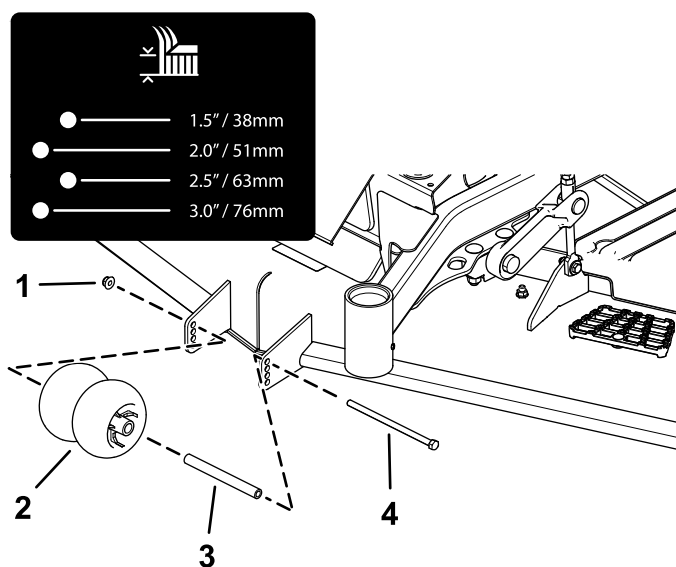
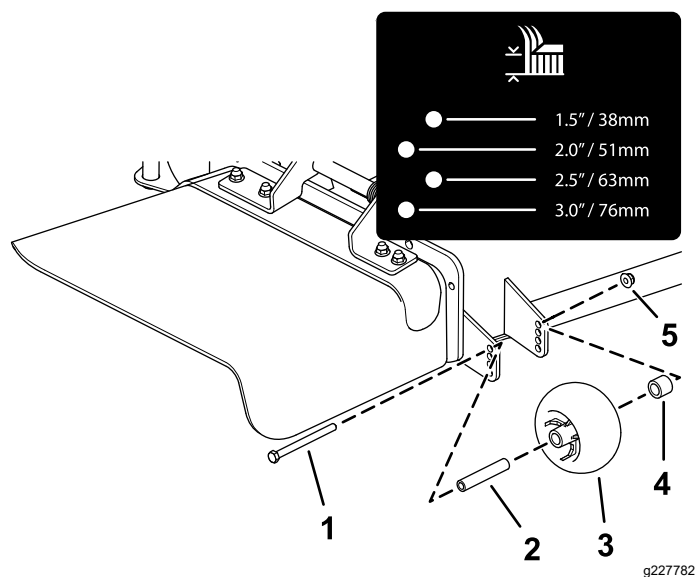
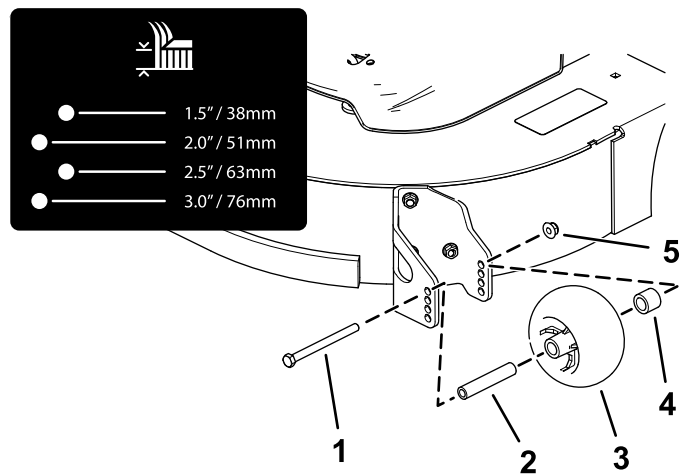

Bild 26
Bild 27
Bild 28
4. Stellen Sie die Antiskalpierrollen ein, wie in Bild 26, Bild 27 und Bild 28 abgebildet.